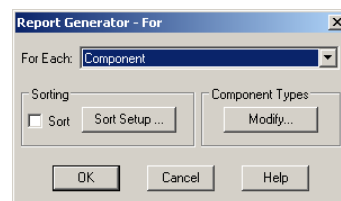

Рис. 12. Изменение оператора цикла For Each.
28. В появившемся диалоговом окне Report Generator – For (рис. 12) нажмем кнопку Sort Setup.